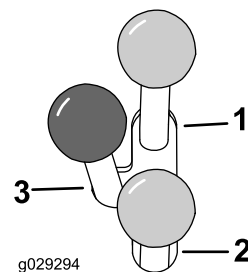

Figura 12
- Per azionare un attrezzo idraulico in avanti, spostate la leva dell'alimentazione idraulica ausiliaria in avanti (Figura 12).
- Per azionare un accessorio idraulico in direzione di retromarcia, spostate la leva dell'alimentazione idraulica ausiliaria all'indietro (Figura 12).
Nota: Se la leva viene rilasciata quando è in posizione di MARCIA AVANTI o di RETROMARCIA, torna automaticamente alla posizione di FOLLE (Figura 12).